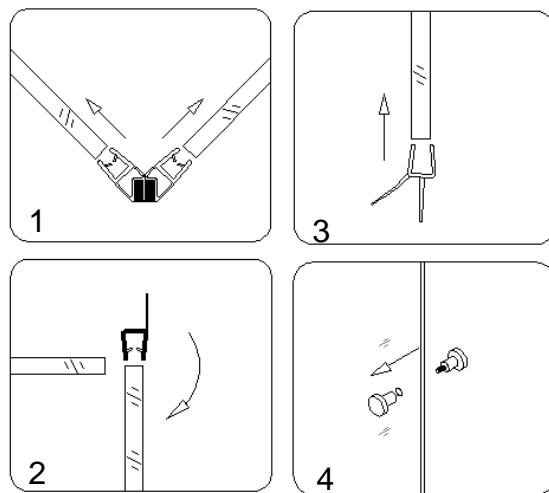

Рис. 10
6. Прижмите **Магнитную ленту (17)** вдоль стеклянной двери и на большее стационарное стекло. Прикрепите **Боковую водозащитную ленту (18)** на край стеклянной двери, а затем прижмите **Нижнюю водозащитную ленту (19)** по нижнему краю стеклянной двери. И, наконец, прикрепите ручку на стеклянную дверь. См. Рис. 10.